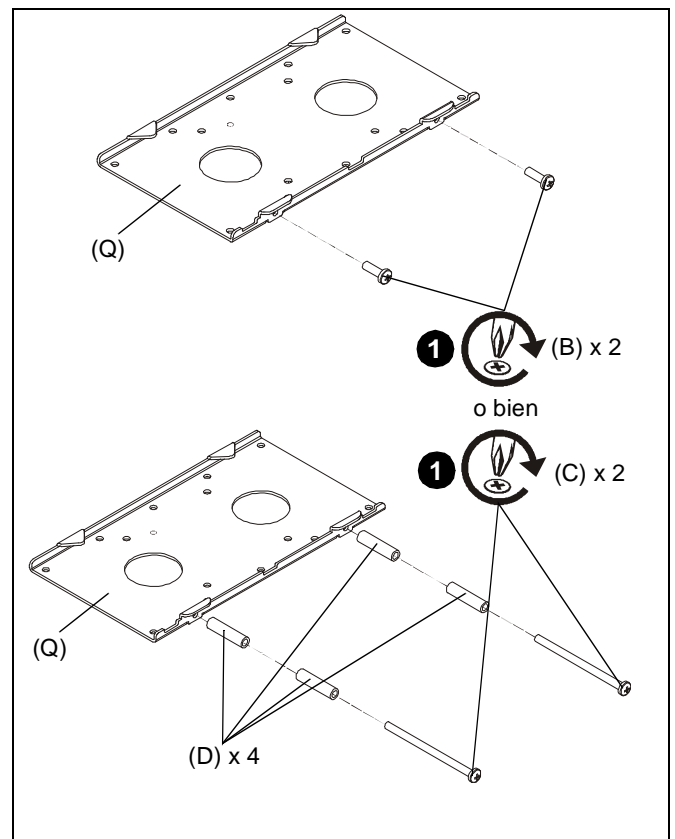

Figura 7
1. Coloque dos tornillos Phillips M5 x 16 mm de cabeza redonda (B) o dos tornillos Phillips M5 x 80 mm de cabeza redonda (C) en los orificios inferiores de la placa frontal (Q), según el tamaño de la pantalla. Si coloca tornillos M5 x 80 mm (C), coloque cada uno a través de dos espaciadores (D) de 32 mm (1 1/4"). (Consulte la Figura 7)